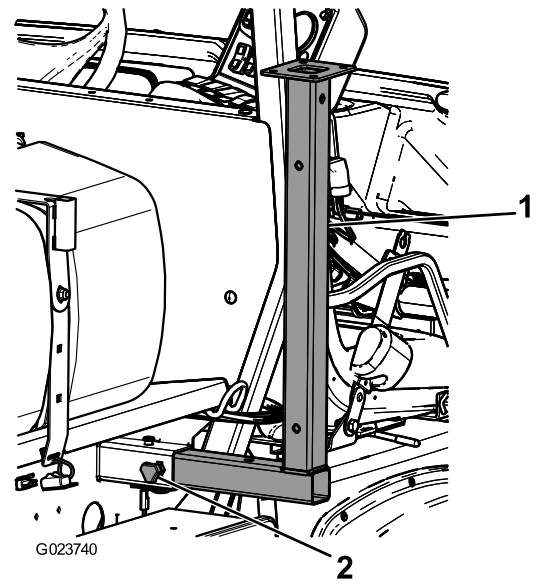

Figura 40
1. Coloque los gatos delanteros boca abajo en el bastidor cerca de los puntos de amarre delanteros (Figura 40).